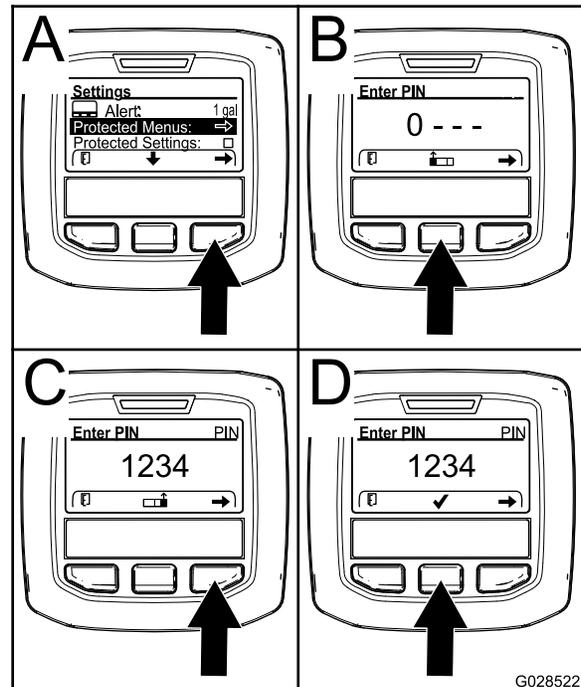

Bild 24
3. Drücken Sie die rechte Auswahlstaste, um „Geschützte Menüs“ auszuwählen (A in Bild 24).
- Drücken Sie die mittlere Auswahlstaste (B in Bild 24), um den numerischen Wert zu erhöhen (0 bis 9).
- Drücken Sie die rechte Auswahlstaste (C in Bild 24), um den Cursor auf die nächste numerische Stelle nach rechts zu verschieben.
Hinweis: Das Häkchen-Symbol wird über der mittleren Auswahlstaste angezeigt (D in Bild 24).
6. Drücken Sie die mittlere Auswahlstaste (D in Bild 24), um das Kennwort einzugeben.